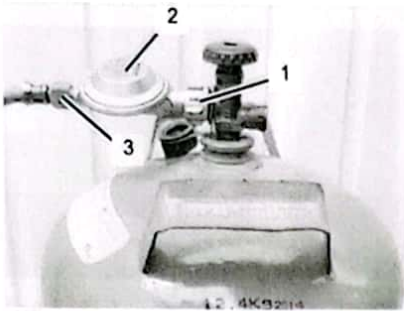

Abb. 3
3. Stellen Sie einen vollen Flüssiggas-Behälter in Reichweite des Schlauchs ab. Achten Sie darauf, dass das Ventil (Abb. 3/1) des Flüssigpropangas-Behälters zuge dreht ist.
4. Schrauben Sie das offene Ende des zuvor montierten Schlauchs (Abb. 3/3) am Druckminderer (Abb. 3/2) fest. Achtung, Linksgewinde! Ziehen Sie die Mutter mit einem Maulschlüssel fest.
5. Schrauben Sie die Überwurfmutter (Abb. 3/1) an den Gasanschluss des Flüssiggas-Behälters. Ziehen Sie die Überwurfmutter handfest an.